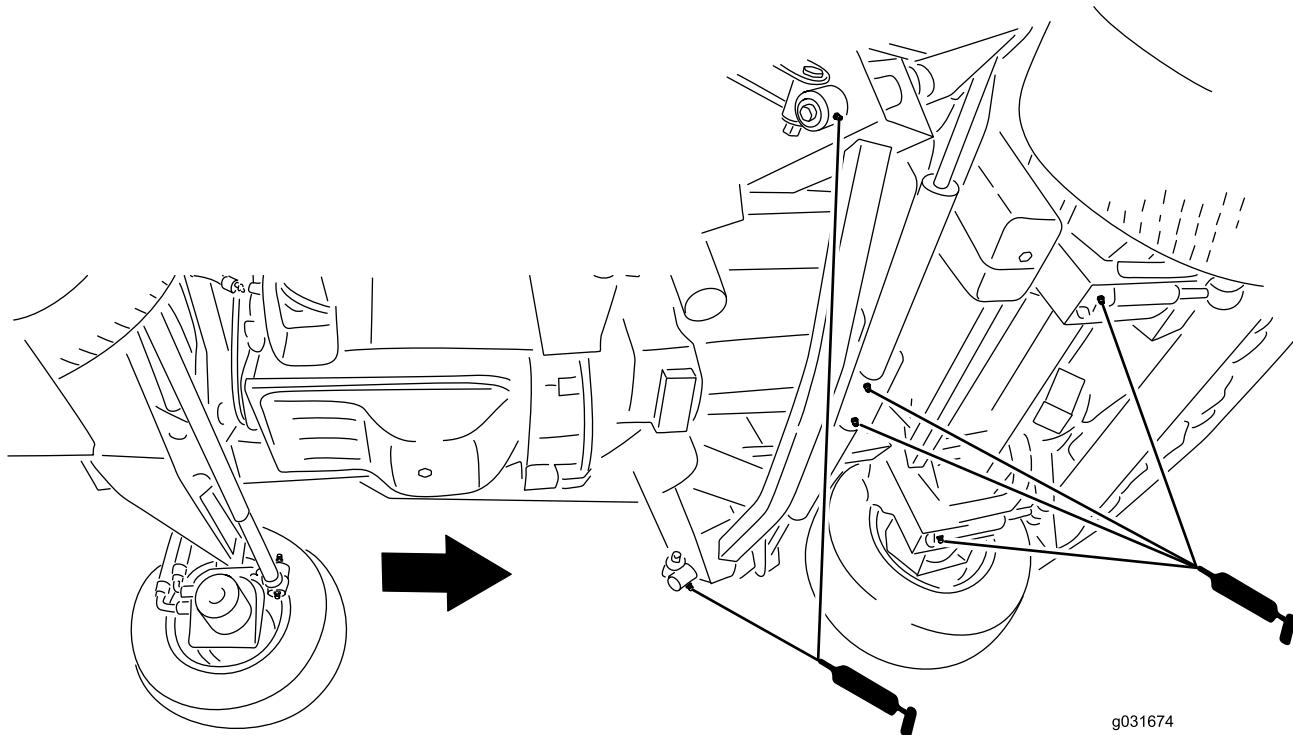

Рисунок 80
- Рычаги амортизаторов (2 шт.) (Рисунок 80)
- Шарниры гидроцилиндров подъема передней двери (2 шт.) (Рисунок 80)
- Шарниры гидроцилиндров подъема боковой двери (2 шт.) (Рисунок 80)